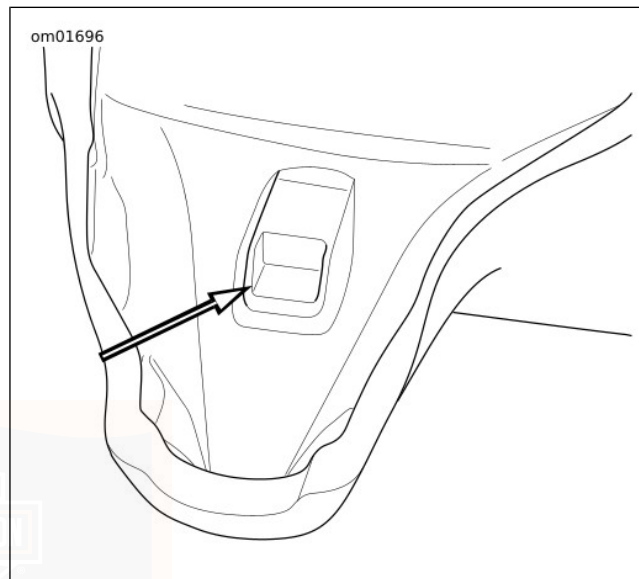

Figure 100. Fente de montage de la selle
1. Voir Figure 100. Pousser fermement l'avant de la selle vers le bas et vers l'avant jusqu'à ce que la languette s'engage dans la fente.
1. Voir Figure 100. Placer la selle sur le tube central du cadre.